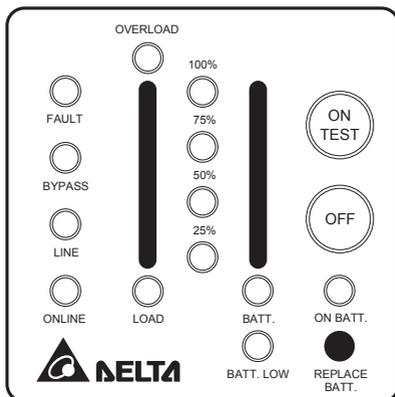

Рис. 4-6. Индикация необходимости замены батареи
- **НЕОБХОДИМОСТЬ ЗАМЕНЫ БАТАРЕИ.** Свечение соответствующего индикатора информирует пользователя о необходимости замены батареи. Если встроенный микропроцессор обнаруживает неисправность батареи, он подает три звуковых сигнала длительностью по 0.5 сек через каждые 0.5 сек. После подачи первых трёх сигналов аналогичные сигналы подаются каждый час. См. рис. 4-6.